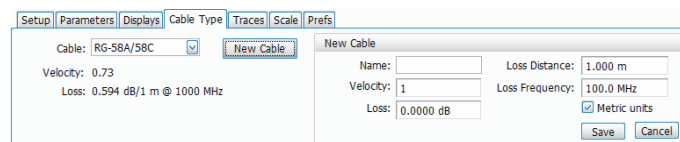

図6. ケーブルの種類の選択または新しいケーブルの設定の例
7. Cable Typeタブを選択し、ケーブルの種類を指定します。ケーブルの種類がリストにない場合は、New Cableボタンをクリックしてケーブルを追加します。New Cable/パネルが表示されますので、ケーブル名、伝搬速度係数、ケーブル・ロスを追加します (図6を参照)。